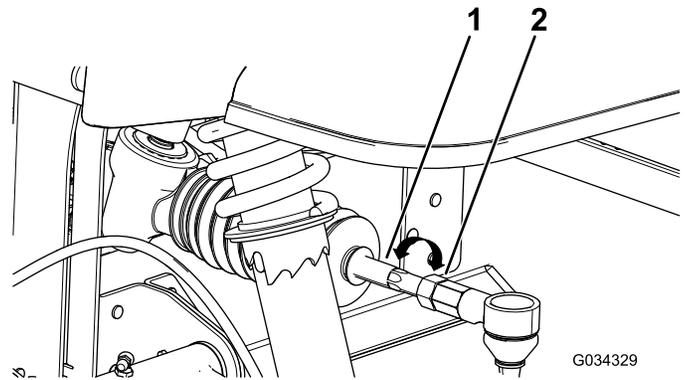

Figure 47
4. Si la mesure ne sont pas comprises entre 0 et 3 mm, desserrez les écrous de blocage aux extrémités extérieures des biellettes (Figure 47).